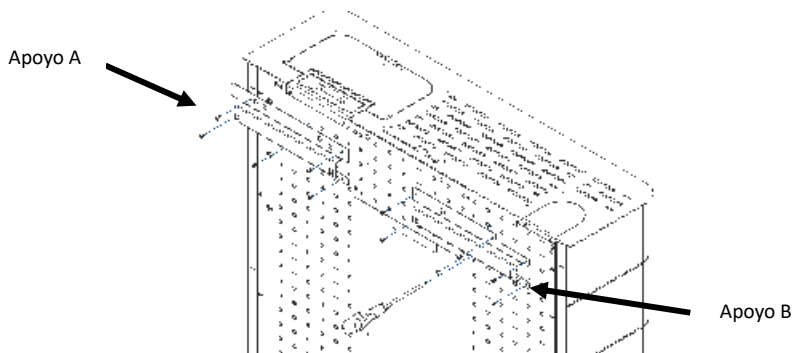

Figura 102 – Fijación de los apoyos A y B
a) Fije las canaletas de apoyo A y B en el equipo utilizando 11 tornillos A, tal como se muestra en la Figura 102 (preste atención a la posición de los apoyos).